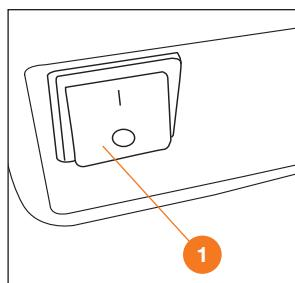

Рис. 13
Включите опрыскиватель переведя клавишный выключатель 1 в положение «I» или удерживая кнопку «START/STOP» 3 секунды (DSA 5Li / DSA 7Li MIX / DSA 10Li), после чего насос опрыскивателя заработает и начнет создавать давление. Создав номинальное давление, насос автоматически отключится (Рис. 13).
- Для этого переведите выключатель **1** в положение «**O**» (Рис. 13).